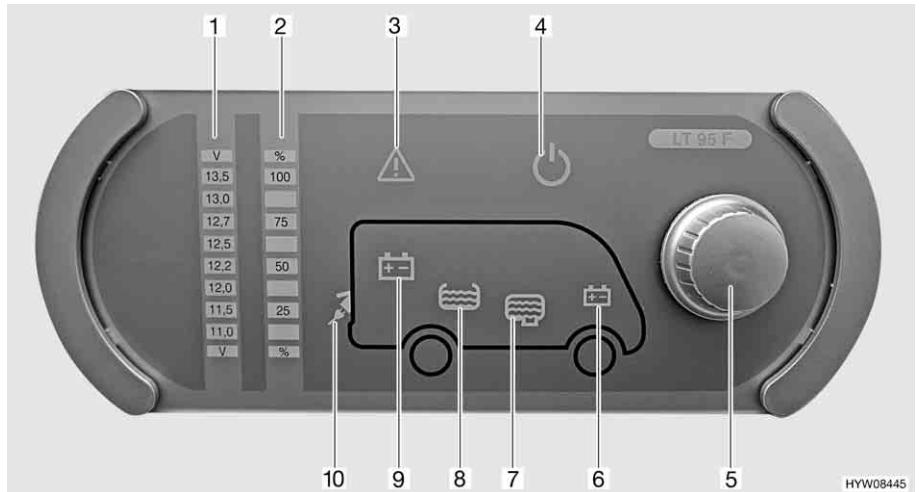

Fig. 53 Pannello di controllo (LT 95)
Il pulsante a rotazione (Fig. 53,5) inserisce o disinserisce il pannello di controllo e l'alimentazione a 12 V dell'abitacolo.
- Premere il pulsante a rotazione (Fig. 53,5): L'alimentazione a 12 V dell'abitacolo è inserita. La spia di controllo a 12 V (Fig. 53,4) diventa verde.
- Premere il pulsante a rotazione (Fig. 53,5): L'alimentazione a 12 V dell'abitacolo è disinserita. La spia di controllo a 12 V (Fig. 53,4) si spegne.
Mediante il pulsante a rotazione (Fig. 53,5) si possono interrogare sia la tensione della batteria dell'abitacolo che la tensione della batteria di avviamento. La tensione viene visualizzata sulla scala indicatore per la tensione della batteria (Fig. 53,1).
- Ruotare il pulsante a rotazione (Fig. 53,5), finché si accende il simbolo della batteria della quale deve essere interrogata la tensione.
Viene indicata la tensione della batteria dell'abitacolo (Fig. 53,9)
Viene indicata la tensione della batteria di avviamento (Fig. 53,6)
- Leggere la tensione sulla scala indicatore della tensione della batteria (Fig. 53,1).
Mediante il pulsante a rotazione (Fig. 53,5) si possono interrogare sia il livello del serbatoio dell'acqua che il livello del serbatoio delle acque grigie. Il livello viene visualizzato sulla scala indicatore livello dei serbatoi (Fig. 53,2).
- Ruotare il pulsante a rotazione (Fig. 53,5), finché si accende il simbolo del serbatoio del quale deve essere interrogato il livello.
Viene indicato il livello del serbatoio dell'acqua (Fig. 53,8)
Viene indicato il livello del serbatoio delle acque grigie (Fig. 53,7)
- Leggere il livello sulla scala indicatore del livello serbatoio (Fig. 53,2).
La spia luminosa Alarm (Fig. 53,3) lampeggia non appena i valori limite fissati vengono superati per eccesso o per difetto.
La spia luminosa Alarm (Fig. 53,3) lampeggia non appena la tensione della batteria scende al di sotto di 11 V. Se l'alimentazione a 12 V è accesa, si accende anche il relativo simbolo della batteria (Fig. 53,6 o 9), e l'indicatore "11,0" sulla scala indicatore della tensione della batteria (Fig. 53,1) lampeggia. Rischio di uno scaricamento totale della batteria.
La spia luminosa Alarm (Fig. 53,3) lampeggiava ed il relativo simbolo del serbatoio (Fig. 53,7 o 8) si accende non appena il serbatoio dell'acqua è vuoto o il serbatoio delle acque grigie è pieno.
La spia di controllo a 230 V (Fig. 53,10) si accende quando all'ingresso della centralina elettrica è presente una tensione di rete.